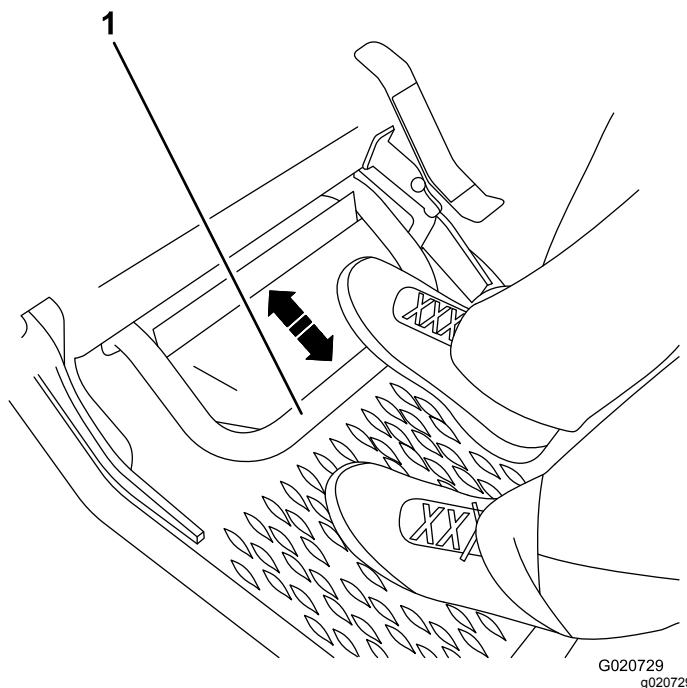

Figure 28
4. Appuyez sur la pédale du frein de service (Figure 28).
2. Appuyez sur la pédale du frein de service (Figure 28).